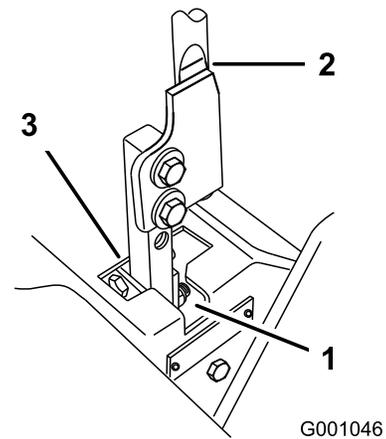

Figura 89
5. Mettete la leva in folle, senza bloccarla (Figura 89).
6. Tirate indietro la leva fino a quando il perno con testa (sul braccio sotto l'albero di articolazione) non viene a contatto con l'estremità della scanalatura (iniziando appena a mettere sotto pressione la molla) come illustrato nella Figura 89.
7. Controllate dove la leva di controllo corrisponde alla tacca nella console (Figura 89).